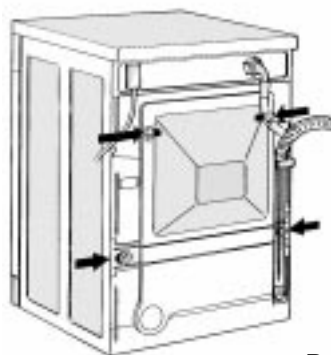

Рис. 2
1. Ослабьте болты поставленным гаечным ключом (Рис. 2).